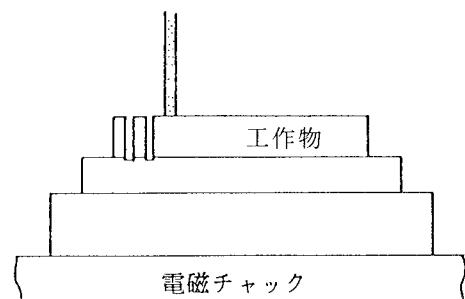

図3-20
⑯ 第2切断加工
- ・ 3 (2) ①～⑬ 参照 [第2切断終了]
⑯ 第3切断の位置決めをする。
- ・ 3 (2) ⑭ 参照 (図3-20)
⑰ 第3切断加工
- ・ 3 (2) ①～⑬ 参照